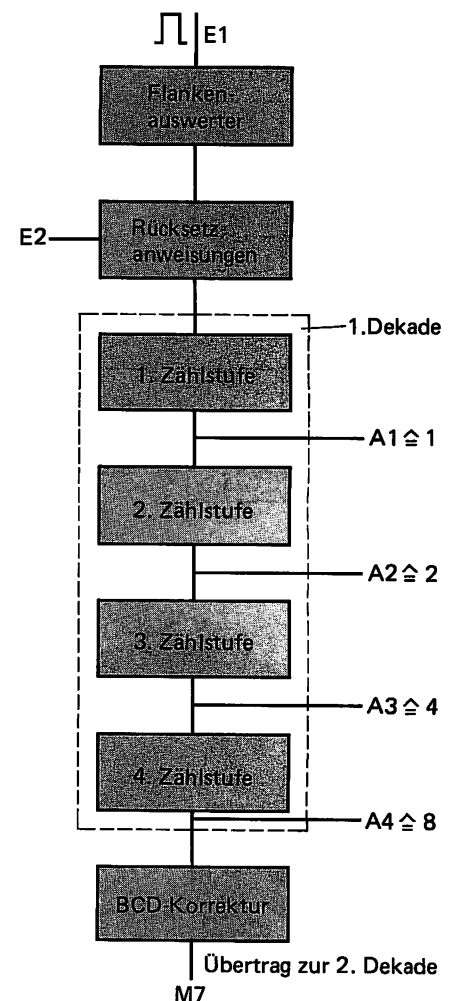

Bild E 89.1
Die bisher programmierten Dualzähler arbeiten als Vorwärtzzähler. Da wir das Grundprogramm weiter verwenden, entsteht daraus eine **Vorwärtzzähldekade** im BCD- (8-4-2-1-) Code. Das Bild E 89.1 enthält die Programmstruktur.
- Bauen Sie in das Programm von Aufgabe E 86.1 eine BCD-Korrektur nach dem Schema von Bild E 89.1 ein.